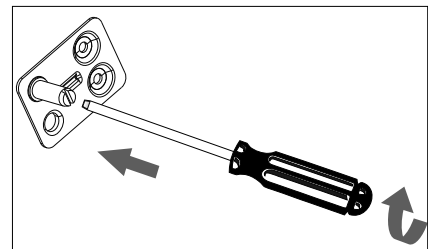

Abb. 7
- ▶ Versetzen Sie den Scharnierzapfen in die gegenüberliegende Bohrung (Abb. 7) und drehen Sie ihn mit einem Schlitzschraubendreher fest.